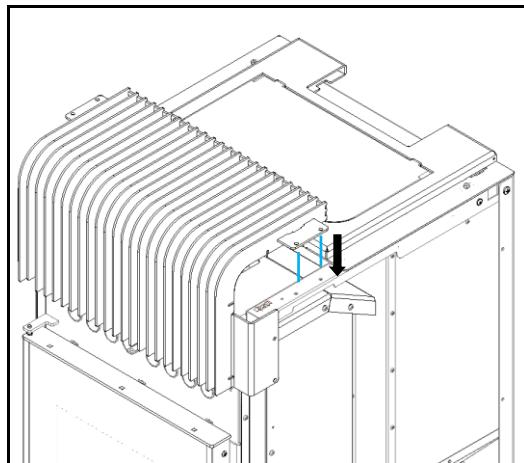

Figura 99 – Encaixe da grelha frontal
b) Encaixar a grelha frontal, fazendo coincidir os furos da grelha com os furos do equipamento (Figura 99).